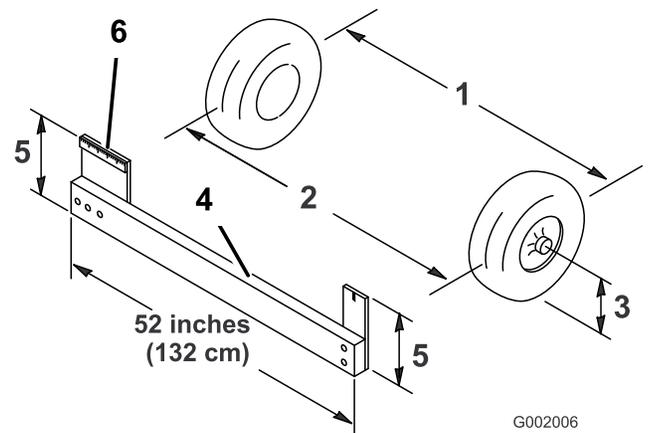

Рисунок 48
- Измерьте расстояние между обеими передними шинами на высоте моста, с передней и задней стороны передних шин (Рисунок 48).
выравнивания для точного измерения передней части передних колес на высоте моста (Рисунок 48).